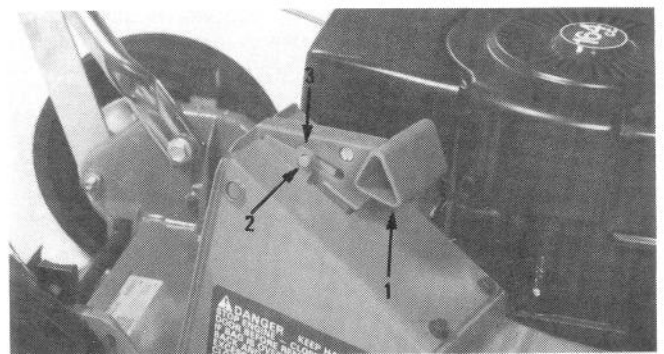

Figure 18
2. Assurez-vous que la poignée de la porte d'éjection est complètement poussée vers l'avant et que la cheville de loquet est dégagée du loquet (Fig. 18). La porte d'éjection est alors fermée.